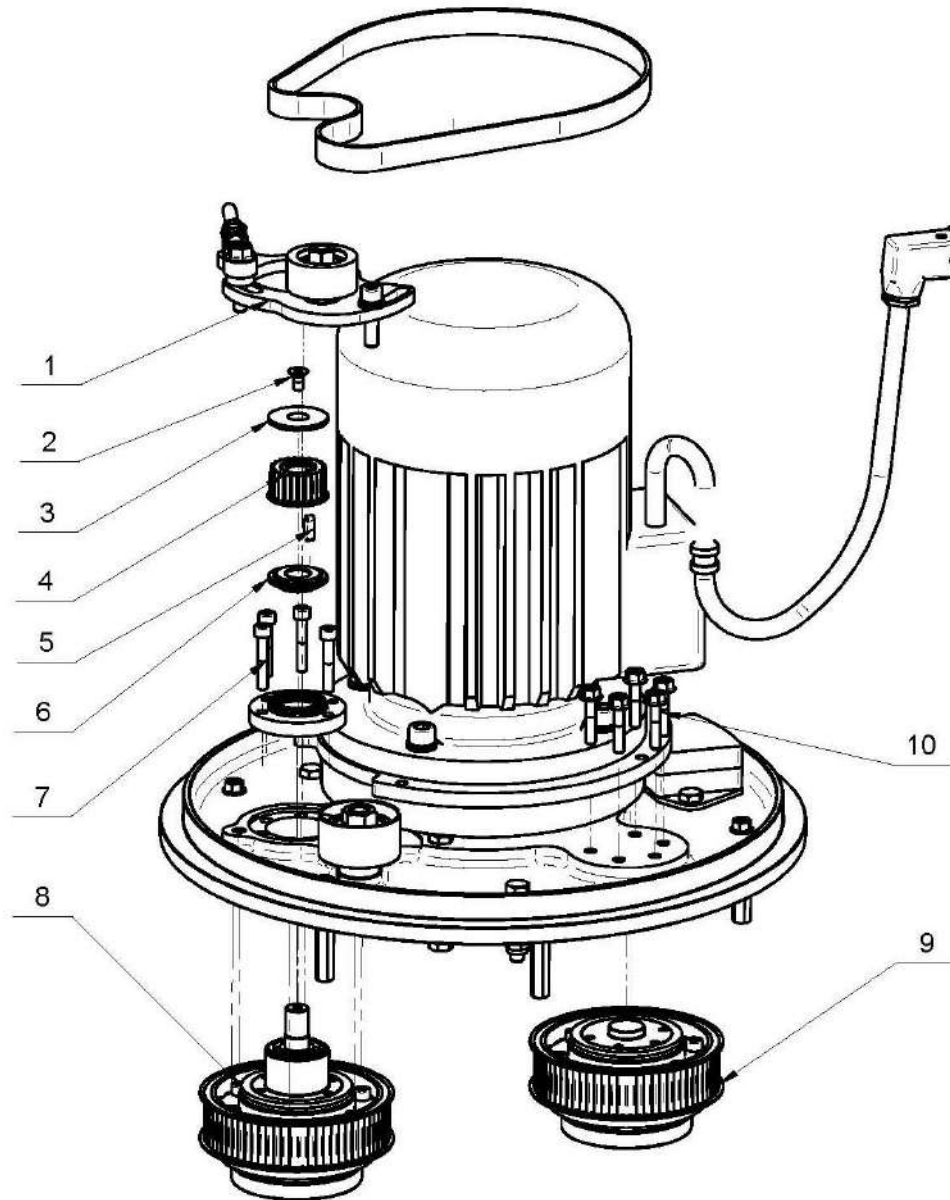

Figure 8.8.1
Démonter la protection, le couvercle supérieur, le couvercle inférieur et les courroies comme décrit. Démontez le tendeur planétaire. (Fig.8.8.1 pos.1).